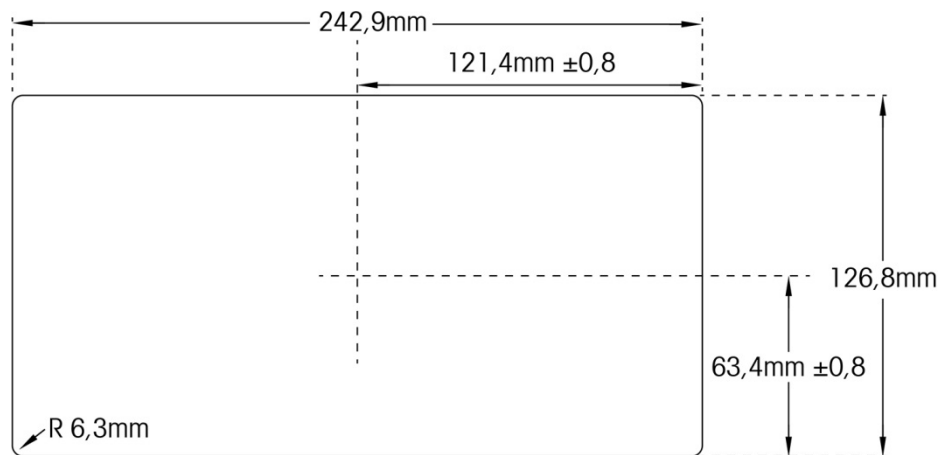

Abbildung 2-10: Maße der Aussparung in der Montagewand
- Schneiden Sie eine Öffnung in die Wand bzw. das Schaltschrankgehäuse entsprechend den Aussparungsabmessungen, die in Abbildung 2-10 in Millimeter und Zoll angegeben sind.